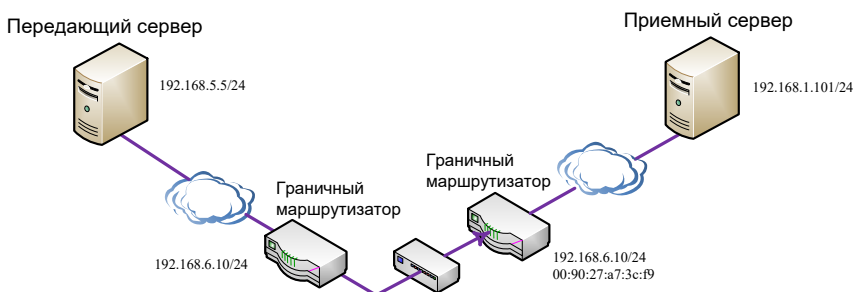

Рис. 8. Изделие установлено между граничными маршрутизаторами
4. Приемный и передающий компьютеры включены в сеть и не имеют внешних IP-адресов, Изделие установлено между граничными маршрутизаторами (Рис. 8).